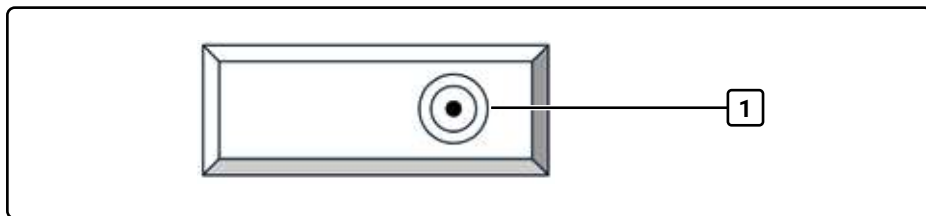

Fig. 7 Vue de dessus du réservoir d'eau
3. Insérez la cartouche filtrante dans l'adaptateur de filtre à eau (1, Fig. 7) sur le réservoir d'eau de manière à ce qu'elle soit emboîtée.